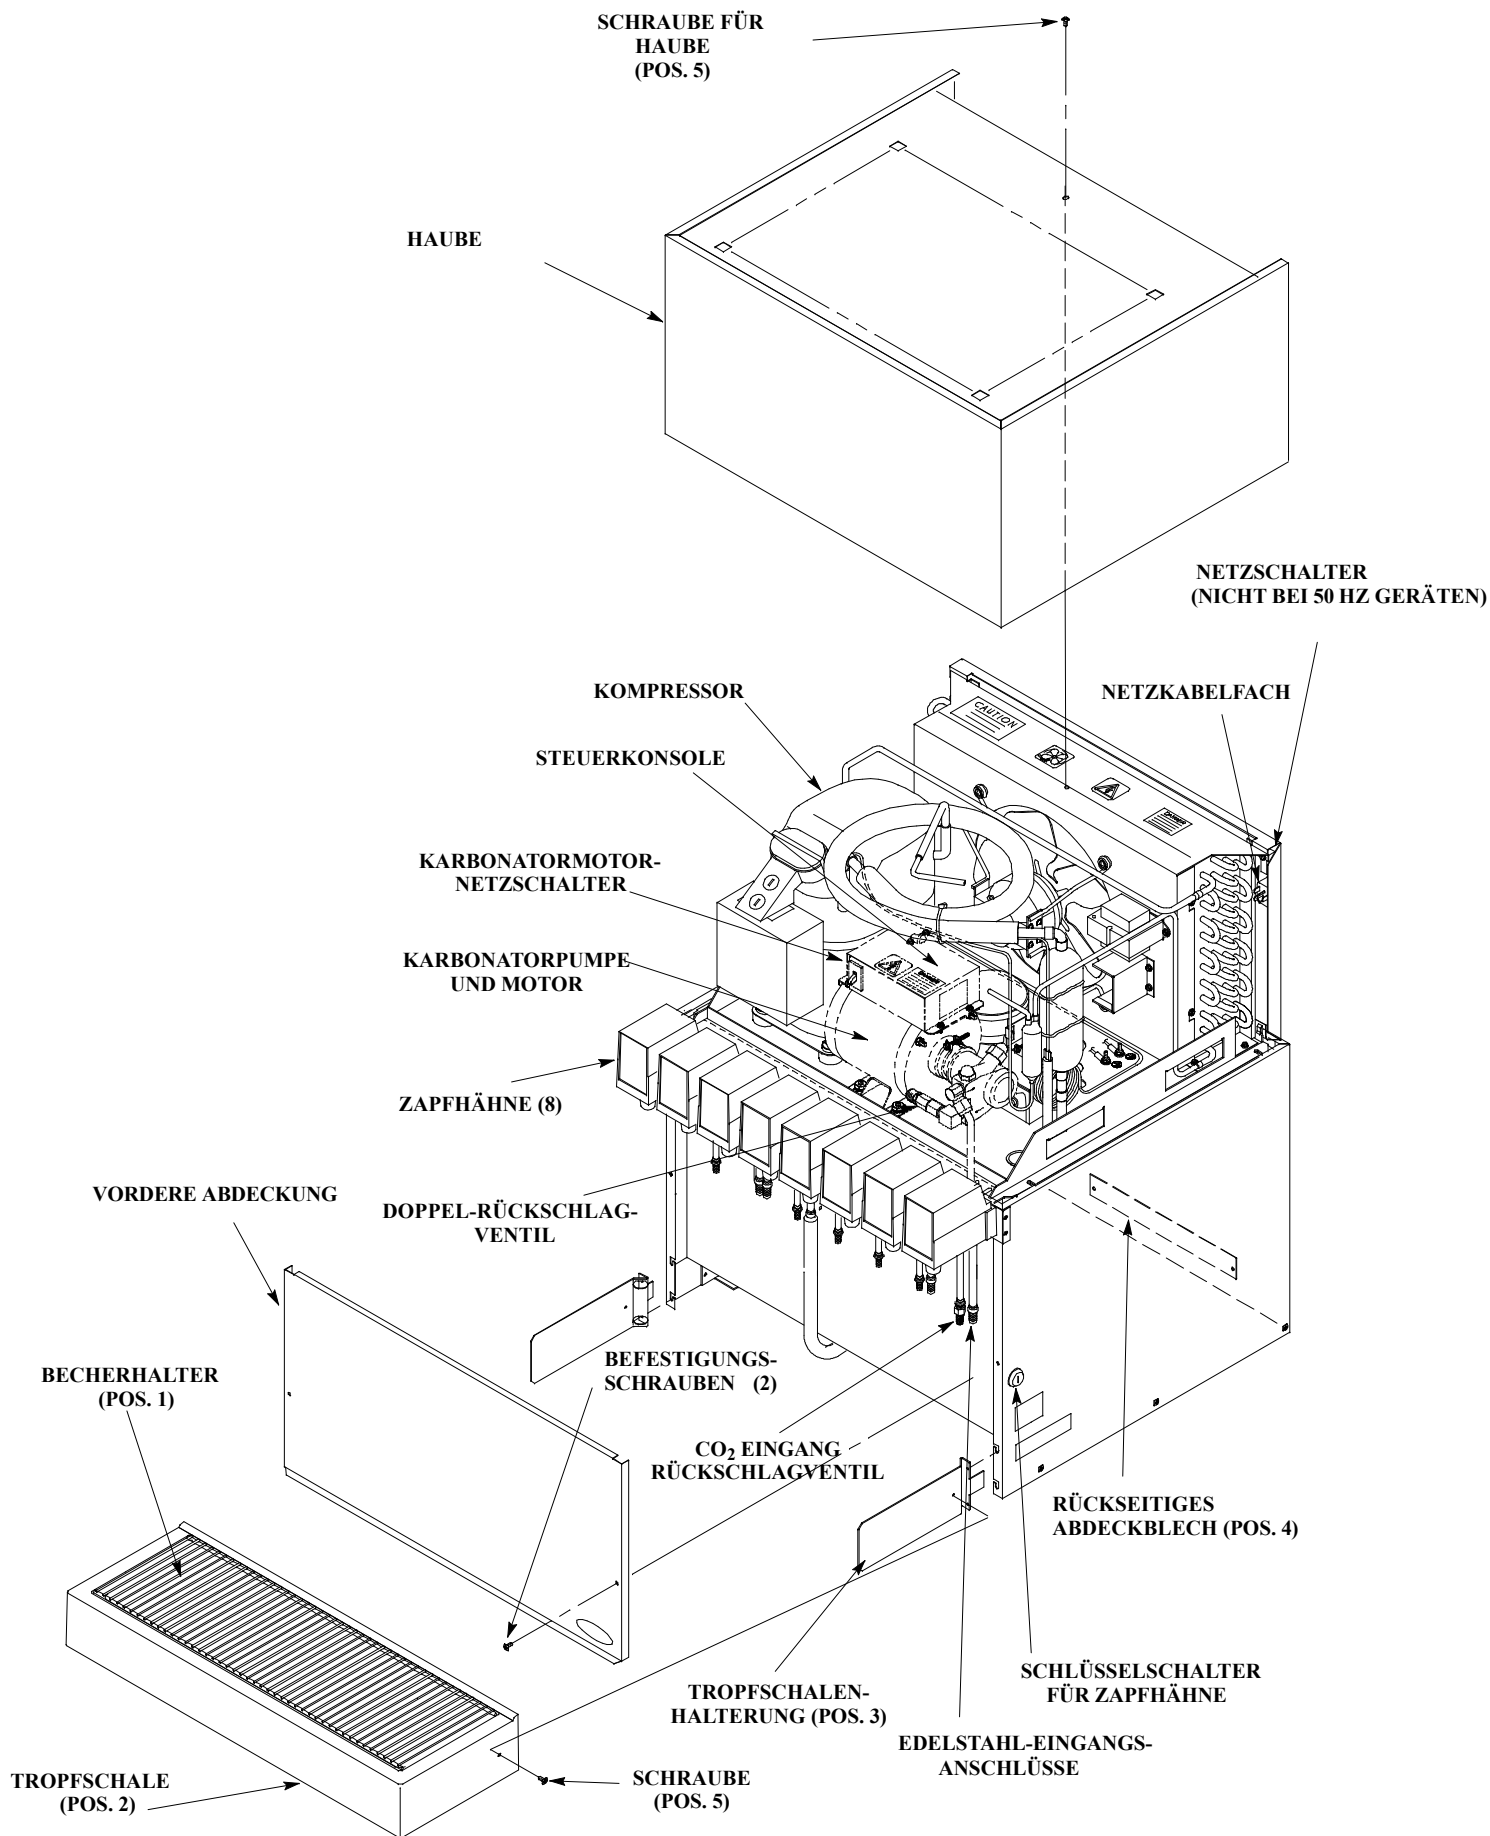

ABB. 8: VANGUARD 245 SCHANKGERÄT (MIT EINGEBAUTEM KARBONATOR)
- D. Ziehen Sie am Druckablassring des Wassertanks, der durch eine Öffnung in der Traverse ragt (siehe Abb. 8), um den Restdruck im Wassertank abzulassen.
(Siehe Abb. 8 and 9)
3. Ziehen Sie am Druckablassring des Wassertanks, der durch eine Öffnung in der Bodenplatte der Traverse ragt (siehe Abb. 8), um den Restdruck im Wassertank abzulassen.
(Siehe Abb. 8, 9, und 10)
10. Ziehen Sie am Druckablassring des Wassertanks, der durch eine Öffnung in der Bodenplatte der Traverse ragt (siehe Abb. 8), um die restliche Luft im Wassertank abzulassen.